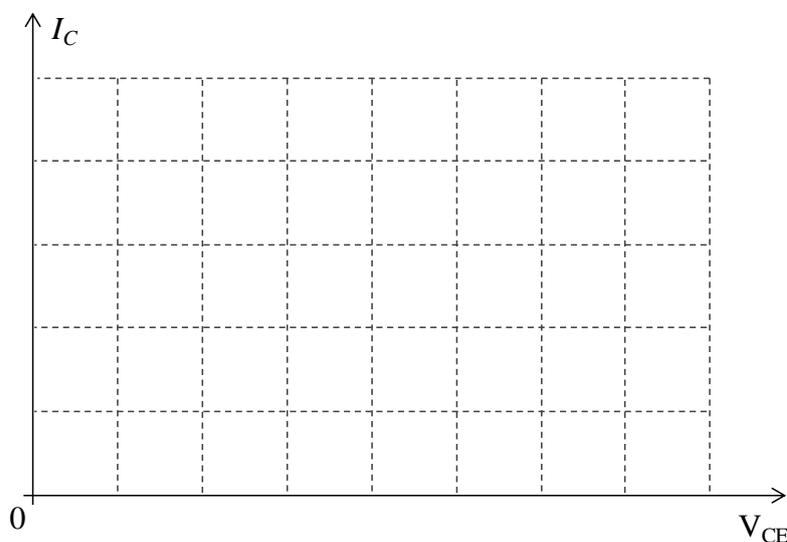

Figura 2.61 – Curva $I_C \times V_{CE}$ do TJB do EF 28.
b) Desenhar no gráfico da Figura 2.61 a reta de carga e localizar aí o ponto quiescente do item (a).